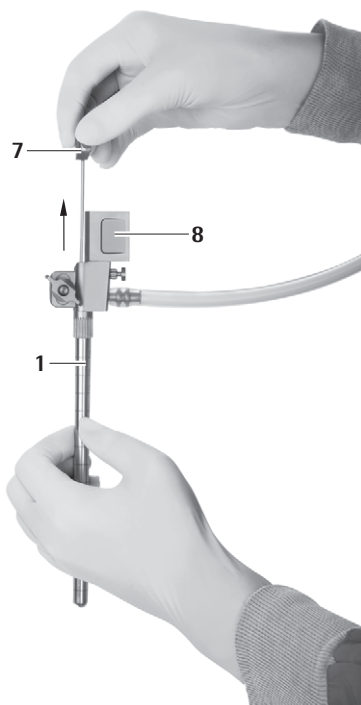

Рис. 9
- ▶ Осторожно извлечь обтуратор рабочего канала 7 из троакара MINOP InVent1, см. Рис. 9.